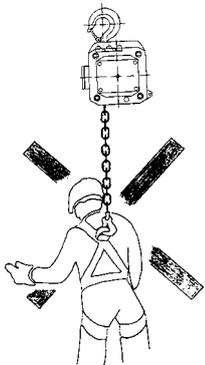

Abb. 3
- Die Benutzung des Hebezeuges zum Transport von Personen ist verboten (s. Abb. 3).